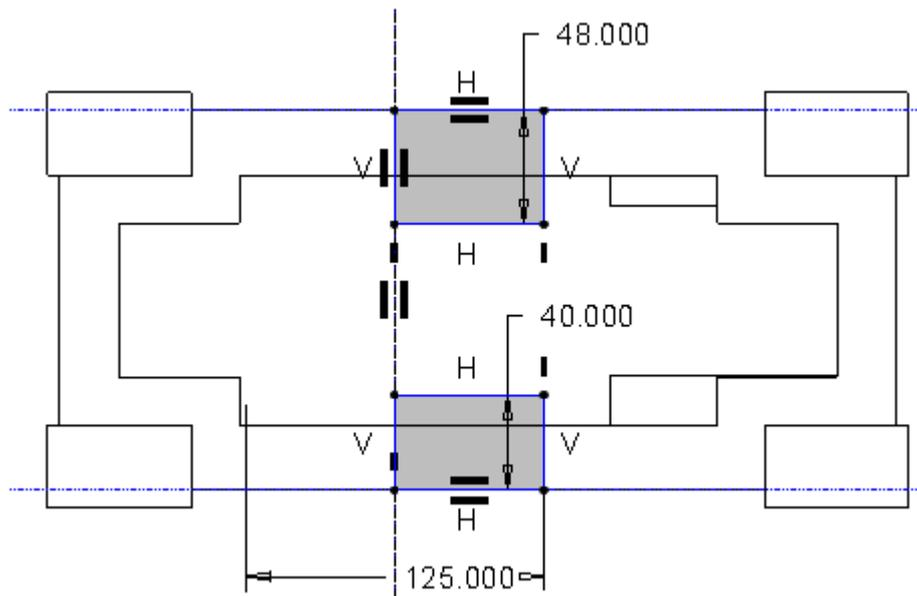

Abb. 7 Skizze Lagersitze
- ▶  Drehen ▶ Skizzenebene: E\_TEILUNG ▶ Referenzen: E\_ABTRIEB, E\_ZRSTUFE ▶ Rotationsachse in E\_ABTRIEB ▶ Skizze siehe Abb. 7